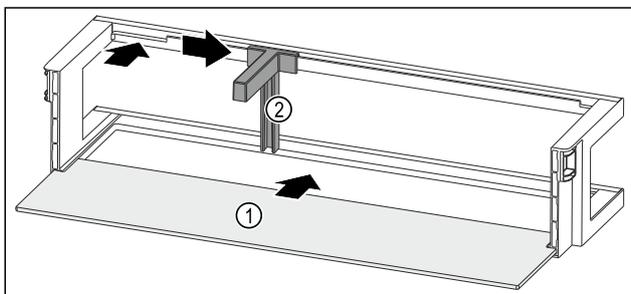

Fig. 53 Estantes en la contrapuerta con estante
- ▶ Introduzca el estante Fig. 53 (1) en los huecos laterales.
- ▶ Inserte el soporte para botellas Fig. 53 (2) en la entalladura.
- ▶ Deslice el soporte para botellas Fig. 53 (2) hacia un lado a la posición deseada.